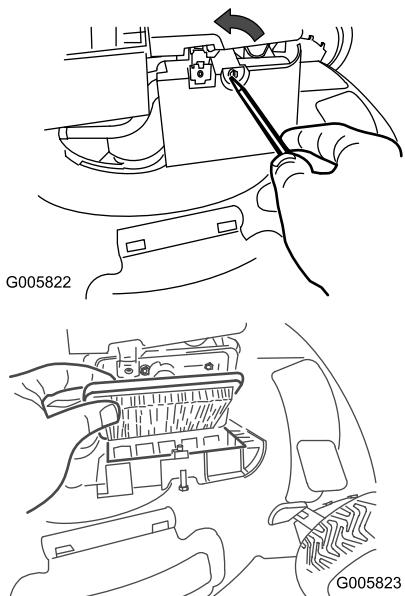

Рисунок 19
- Используя отвертку, откройте крышку воздушного фильтра (Рисунок 19).
- Замените воздушный фильтр (Рисунок 19).